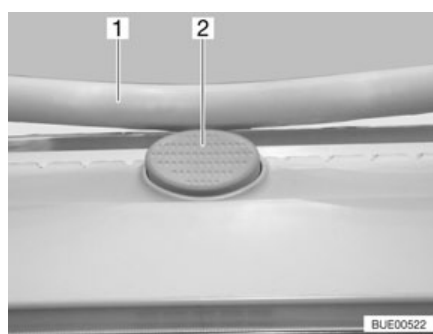

Fig. 68 Bouton de sûreté sur le lanterneau Heki
- Appuyer sur le bouton de sûreté (Fig. 68,2) et tirer l'étrier (Fig. 68,1) vers le bas avec les deux mains.
- Pousser l'étrier vers le haut avec les deux mains jusqu'à ce que ce dernier se trouve au-dessus du bouton de sûreté (Fig. 68,2).